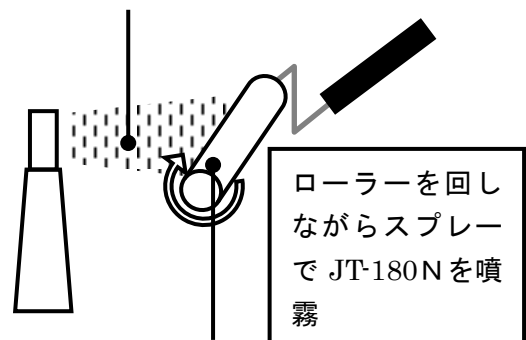

図 2
- ・専用ローラーJR-188に転写液JT-180Nを塗布する(図2)。
- ・ 隣のパターンと5～10cm程度、交差するようにローラーを転がす。(図2)